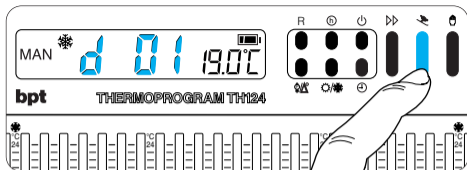

Fig. 31
**9.5** - Premere due volte il pulsante  (fig. 31). Sul display, al posto dell'indicazione dell'ora corrente, compare la scritta *d01*.